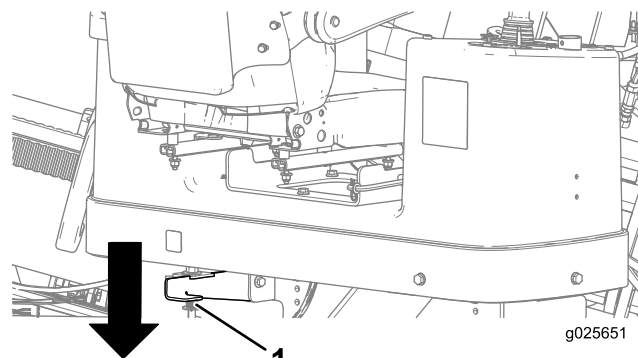

Figura 71
5. Presione hacia abajo la palanca trasera de enganche de la plataforma del operador y gire la plataforma hacia afuera a la posición deseada, asegurándose de que se bloquea en su lugar (Figura 71).